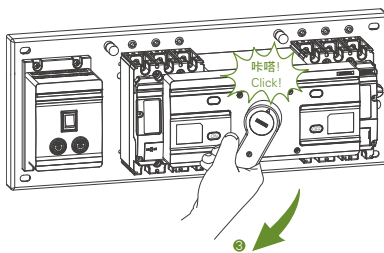

图2
- ③：如下图2指示，手动旋转开关到“常用”位置，常用电源开关位置指示窗显示为“ON”，备用电源开关位置指示窗显示为“OFF”；